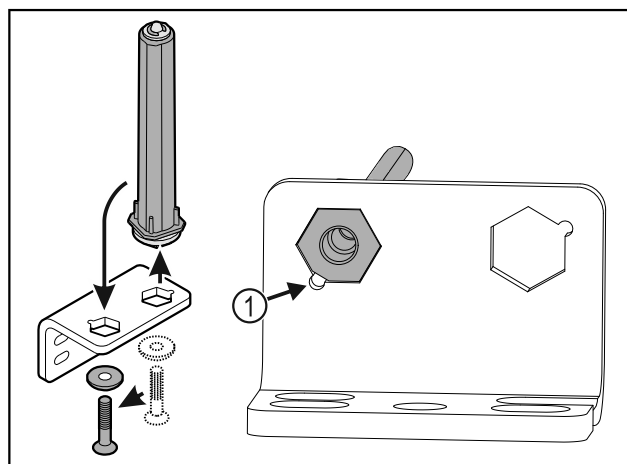

Fig. 39
- Let erop dat bij het plaatsen de boutafschuiving Fig. 39 (1) naar het ronde gat wijst.